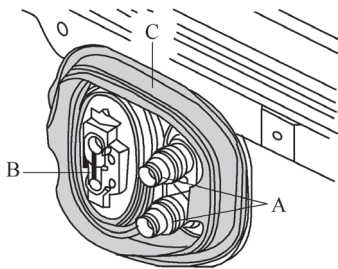

图 5-64 检查前围板的管套
6) 如图 5-64 所示, 检查前围板的管套 C 是否处在正确的位置。